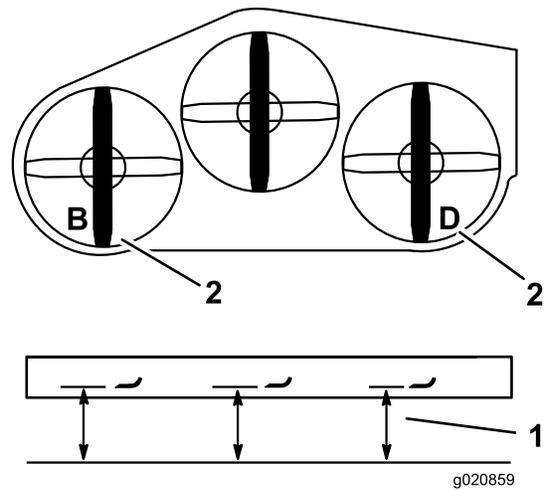

Figure 84
- Mesurez et notez la distance au point **B** entre la surface plane et le tranchant de la pointe de la lame gauche (Figure 84).
- Mesurez et notez la distance au point **D** entre la surface plane et le tranchant de la pointe de la lame droite (Figure 84).
**Remarque:** La mesure au point **B** doit être égale à 3 mm près à la mesure au point **D** (Figure 84). Si ce n'est pas le cas, passez aux opérations suivantes.